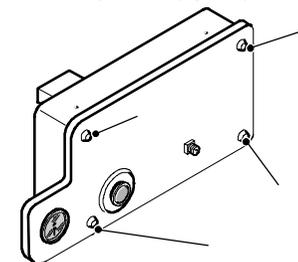

fig. 7.4
- 1 Togliere le quattro viti del pannello comandi e rimuovere il coperchio (fig. 7.4).